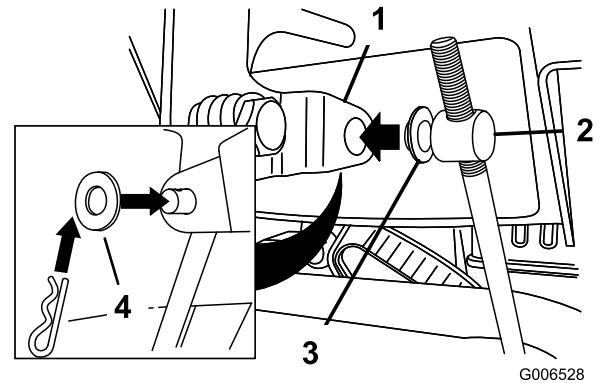

Bild 5
3. Legen Sie eine Flachscheibe auf den Drehzapfen (Bild 5).
6. Heben Sie die Geschwindigkeitsschaltstange an und setzen Sie den Drehzapfen in das Loch im Geschwindigkeitsschalthebel (Bild 5).
- B. Schließen Sie den Drehzapfen vom Geschwindigkeitsschalthebel ab (Bild 5).
- C. Drehen Sie den Drehzapfen auf der Geschwindigkeitsschaltstange nach unten (nach rechts) (Bild 5).
- D. Schließen Sie den Drehzapfen am Geschwindigkeitsschalthebel an (Bild 5).